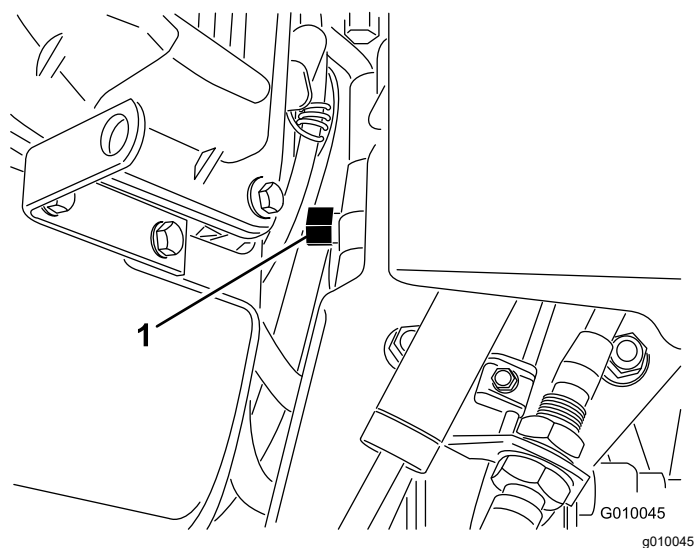

図 29
2. エンジンと油圧ポンプの途中に配置されているバイパスバルブを探し出す 図 29。
3. レンチ 3/8" を使ってバイパスバルブを左回りに1回転させる。これで油圧回路がバイパスされ、車輪が自由に回るようになります 図 29。
5. 運転を再開するには、バイパスバルブを右回りに1回転させる 図 29。